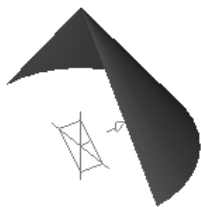
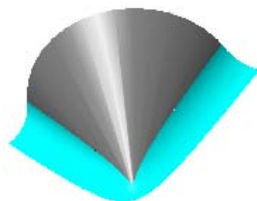

图 5.3.15 定义平面法向
图 5.3.16 圆角预览
Step4. 定义倒圆角平面。在“平面选择”对话框中单击  按钮，系统弹出“视角选择”对话框。在该对话框的列表框中选择 **FRONT** 选项，单击  按钮关闭“视角选择”对话框。然后在“平面选择”对话框中单击  按钮，调整图 5.3.15 所示的平面的法线方向，单击  按钮完成倒圆角平面的定义，此时在绘图区显示图 5.3.16 所示的圆角预览。